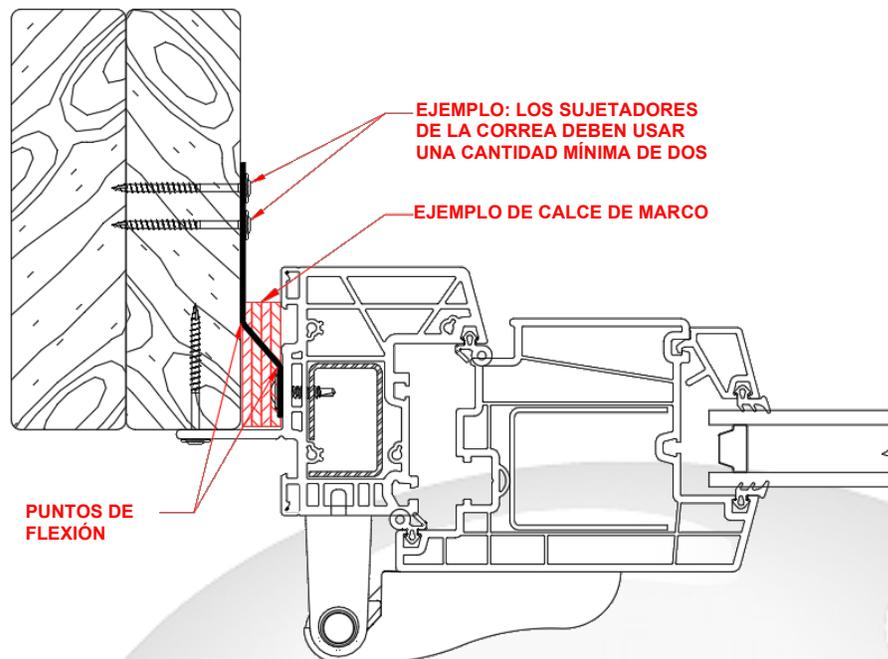

Figura 18: Vista de la jamba. Ejemplo de una puerta correctamente calzada y sujeta con una brida de clavos y una correa de acero
- VIII) Las puertas correctamente calzadas y sujetas con brida y correa de clavos no experimentarán el giro del marco y la compresión inadecuada de la junta. (Ver Figura 18).